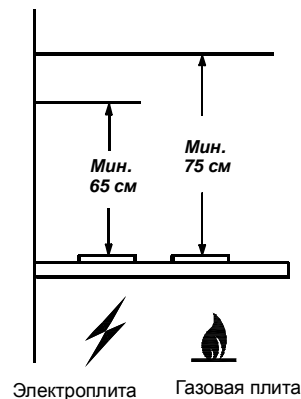

РИС. 1
1.2 Зонт устанавливайте на высоте, как показано на рис. 1.
4.6 Устанавливайте зонт над плитой в соответствии с рис. 1.